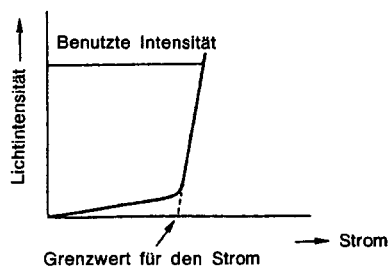

Abb. 10
## (1) Halbleiterlaser (Abb. 10)
Wie in Abb. 10 dargestellt, erhöhen sich die Strom- und Lichtintensitäts-Eigenschaften abrupt, sobald der Grenzwert für den Strom überschritten ist.